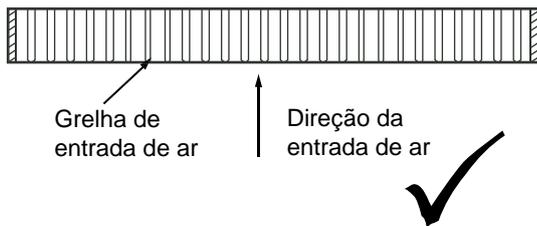

Figura 2.4
- Ao criar o plenum de retorno de ar no painel de entrada de ar, certifique-se de que as grades de ar estejam inclinadas de modo que fiquem paralelas à direção de entrada de ar. Consulte a Figura 2.4.